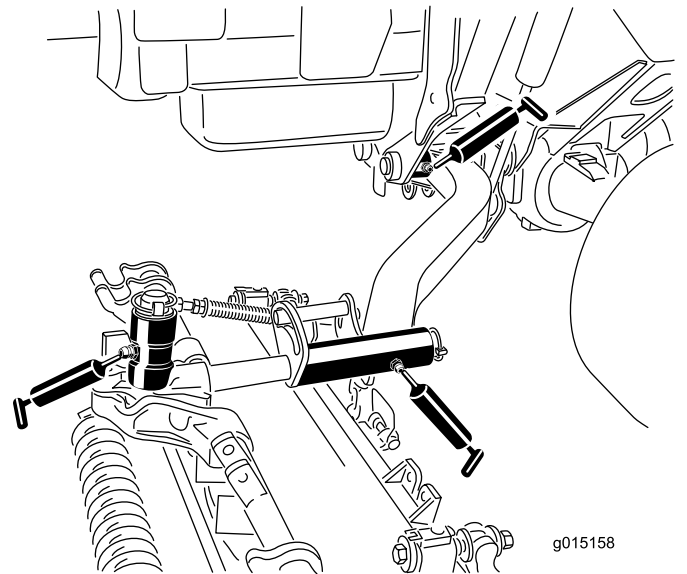

图 85
- 提升臂枢轴轴套每个滚刀组 1 个(图 85)
- 滚刀组承载架每个滚刀组 2 个(图 85)
- 滚刀组提升臂枢轴每个滚刀组 1 个(图 85)